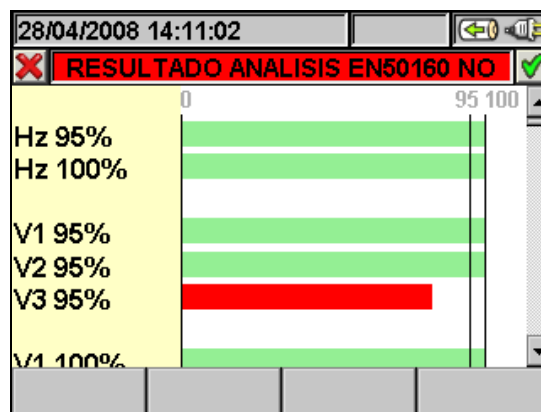

Fig. 102: Histograma del Análisis EN50160
- La tecla **F2** (o la función **GRAFICO** sobre el visualizador) accede a la página que muestra el histograma del parámetro en la tabla (Fig. 102)